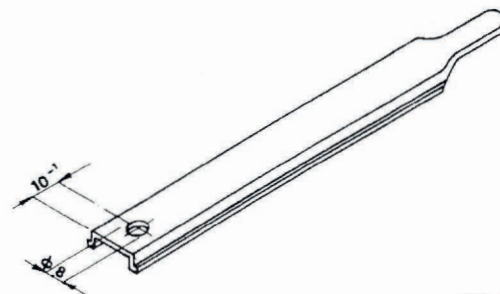

FIG. 2
2. Eseguire il foro sulle aste esterne dopo averne calcolato la lunghezza. (vedi fig. 2)